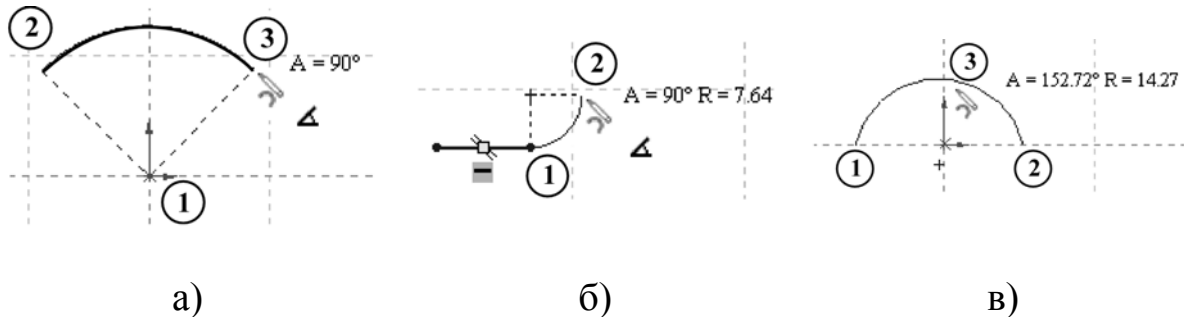

Рис. 2.6. Методы построения дуг
1. **Центр дуги** – необходимо задать координаты центра и одной из крайних точек, а затем зафиксировать угол дуги (третья точка) (рис. 2.6, а).
2. **Касательная дуга** – команда может применяться для конечной точки существующего объекта (рис. 2.6, б). После ее выполнения между объектами автоматически устанавливается взаимосвязь **Касательность**.
3. **Дуга через три точки** – требует указания двух крайних точек дуги, а путем перемещения третьей устанавливается значение радиуса (рис. 2.6, в).